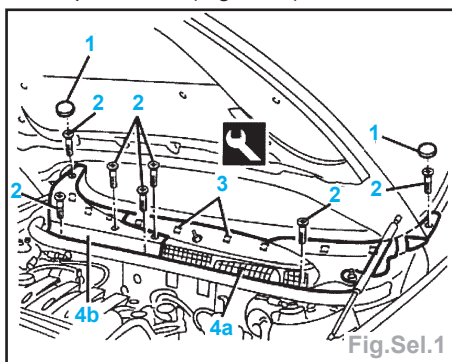

Fig.Sel.1
- la garniture extérieure de bas de baie de pare-brise (Fig.Sel.1),